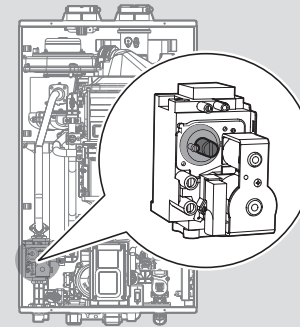

Figura 10
- c. Abra completamente un artefacto de agua caliente y ajuste el calentador de agua para operar en modo 1 etapa MÍN. (consulte la página 8). Mida el valor de desviación a fuego bajo y compárelo con los valores de la Tabla 3. Si el valor está fuera de rango, deberá ajustarse el tornillo de fijación de la válvula de gas. Si se requiere ajuste, ubique el tornillo de fijación como se muestra en la Figura 10. Con una llave Allen de $\frac{3}{32}$ pulg. o 4 mm, gire el tornillo de fijación no más de $\frac{1}{4}$ de vuelta a la derecha para aumentar o a la izquierda para bajar el valor de desviación.